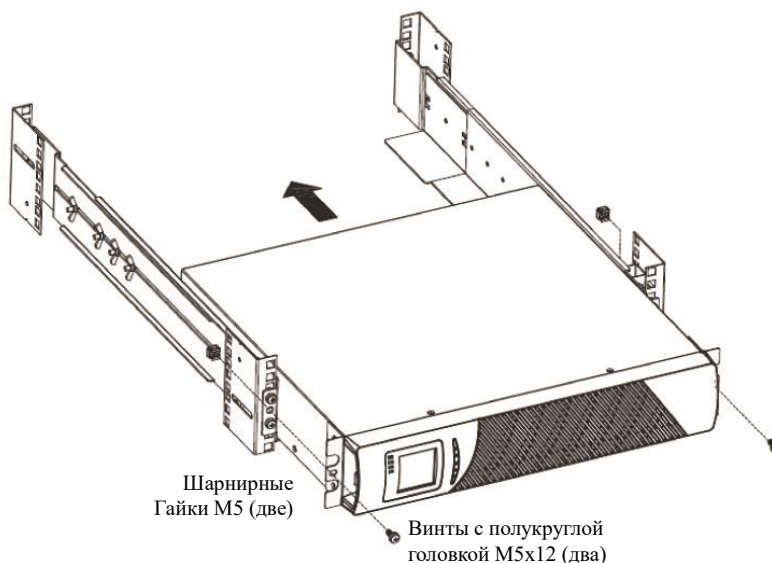

Рисунок 4 Крепление ИБП в шкафу спереди
- j) Закрепите ИБП в шкафу спереди при помощи одного винта M5x12 с плоской головкой и одной клетьевой гайки M5 справа и слева (см. рисунок 4). Вставьте нижний винт на каждой стороне через нижнее отверстие монтажного кронштейна и нижнее отверстие направляющей.